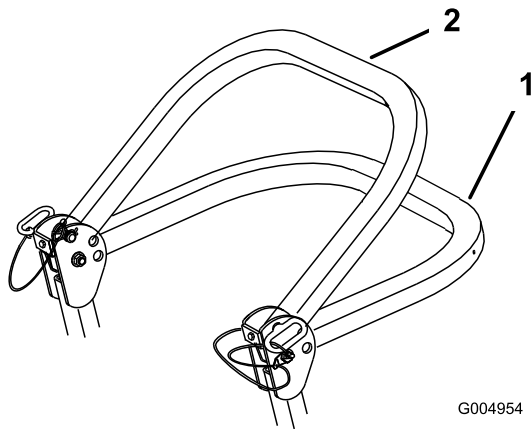

Figure 6
2. Descendez l'arceau de sécurité à la position abaissée. La position abaissée est à deux niveaux (voir Figure 6).